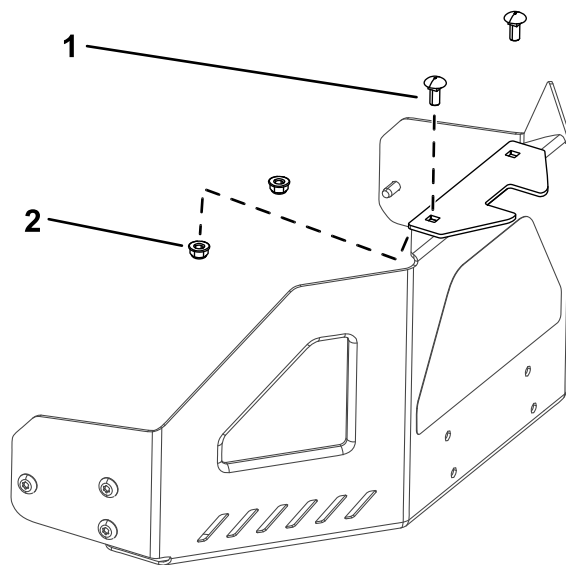

図 9
1. エンジンガードにスタビライザブラケットを取り付けるキャリッジボルト5/16 x 3/4"2本とロックナット5/16"2個を使用する図 9。